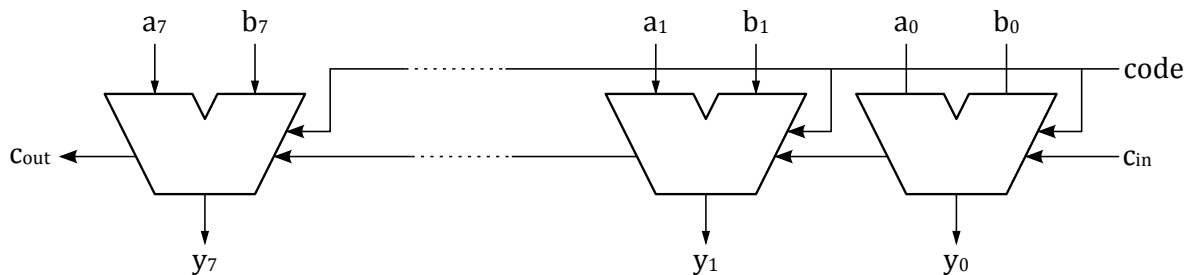

Abbildung 2 - Iterative Arithmetische Einheit
Die Abbildung 2 zeigt die iterative Schaltung einer Arithmetischen Einheit (AU). Auch diese Schaltung besteht aus acht 1-Bit-Einheiten, die zu einer 8-Bit AU verbunden sind. Die logische Schaltung wird mit Multiplexern realisiert, welche eine Wahrheitstabelle darstellen.
Erstellen Sie die Wahrheitstabelle des iterativen Logikblocks **ALU/AU1** von Abbildung 2 für die folgenden Operationen auf Ganzzahlen:
Implementieren Sie die Schaltung der AU von Abbildung 2, um alle zuvor genannten Funktionalitäten abzudecken. Einige Schaltungselemente sind bereits im Block **ALU/AU8** vorhanden.